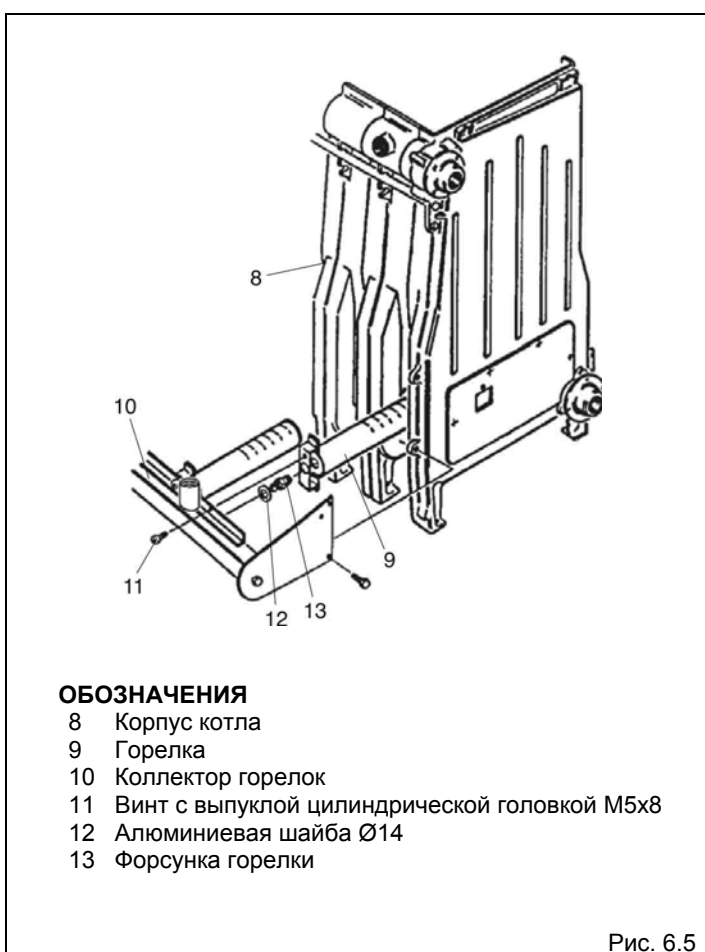

Рис. 6.5
- Снимите дверцу облицовки (2) и цоколь (1).
- Отсоедините верхнюю лицевую панель (3) и наденьте её на петли, которые находятся ниже.
- Снимите крышку (6).
- Отвинтите винт, блокирующий каждую горелку (7), и выньте его из камеры сгорания.
- Отвинтите винты, фиксирующие внутреннюю верхнюю панель (4).
- Снимите винты, фиксирующие пластину для чистки (5).
- Снимите горелку с коллектора держателя форсунок и направьте поток воздуха внутрь горелок, чтобы оттуда вышла пыль, которая могла в них скопиться. Убедитесь в том, что в верхней части горелок, в которой находятся отверстия, нет постороннего налёта (Рис. 6.5).